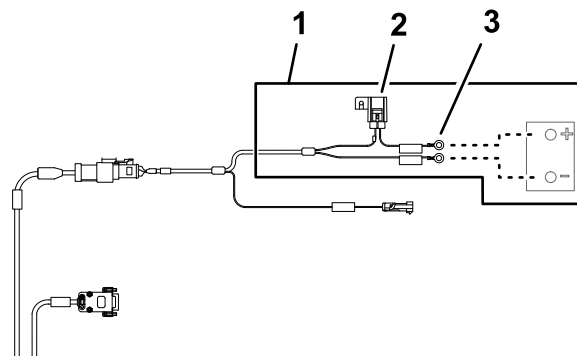

**Рисунок 168**
5. Проложите ответвление длиной 220 см жгута проводов передачи данных вверх через прокладку в отверстии приборной панели (Рисунок 168).
6. Совместите 26-гнездовой разъем жгута проводов передачи данных с 26-штыревым разъемом дисплея опрыскивателя и сожмите до срабатывания защелки, чтобы надежно зафиксировать соединение (Рисунок 168).